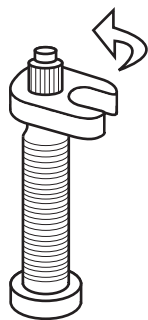

図 48. キーを反時計回りに緩めてバルブコアを取り外す。
1. ボントレガーのValve Keyの平らな部分をプレスタバルブのバルブコアの平らな部分と並べてセットします(図 48)。